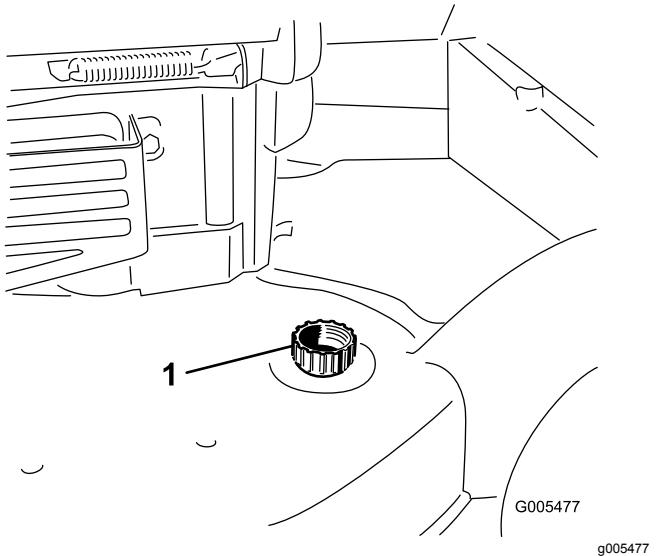

Figura 45
- Collegate una canna da giardino al rubinetto dell'acqua e al foro di lavaggio (Figura 45).